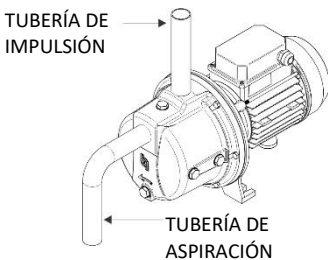

Fig.1
- La tubería de aspiración (Fig. 1) debe poseer un diámetro igual o superior al de la boca de entrada de la bomba permanentemente una pendiente ascendente mínima del 2% para que contribuya a efectuar una purga correcta.
- Procure que la tubería de impulsión (Fig. 1) posea un diámetro igual o superior al de la boca de impulsión